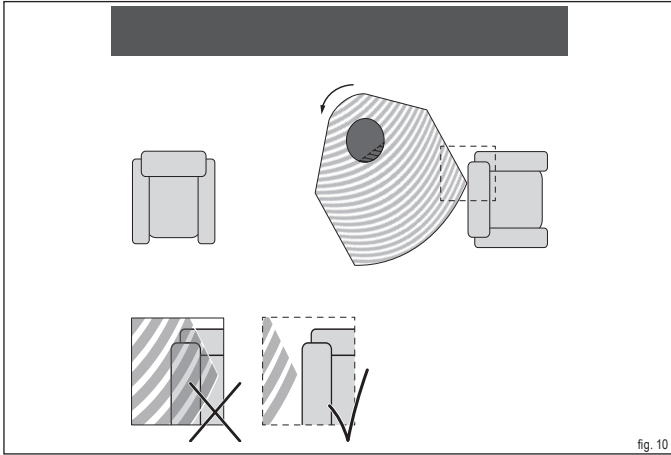
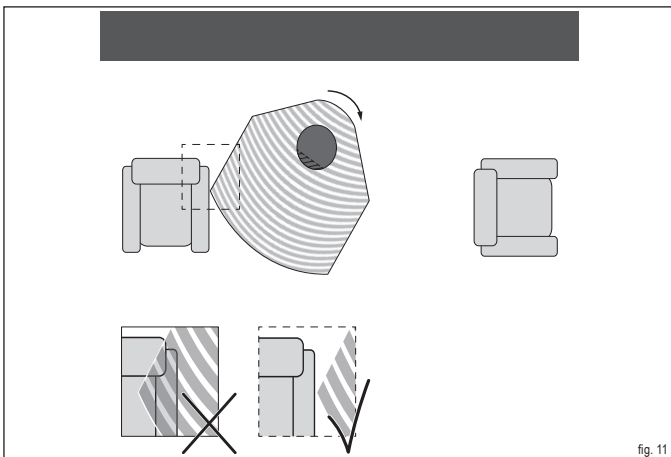

fig. 10
fig. 11
- ▶ Nell'angolo di rotazione impostato nella stufa a legna non è consentito che vi siano materiali infiammabili entro l'area di irraggiamento, come ad esempio mobili. (fig. 10 e fig. 11).